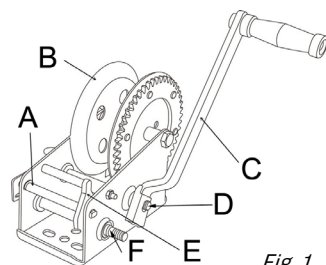

Fig. 1
Installez la manivelle (C) sur le boulon rapide (D) pour un treuillage plus rapide ou sur le boulon lent (F) pour une puissance de traction supérieure (consultez la fig. 1).